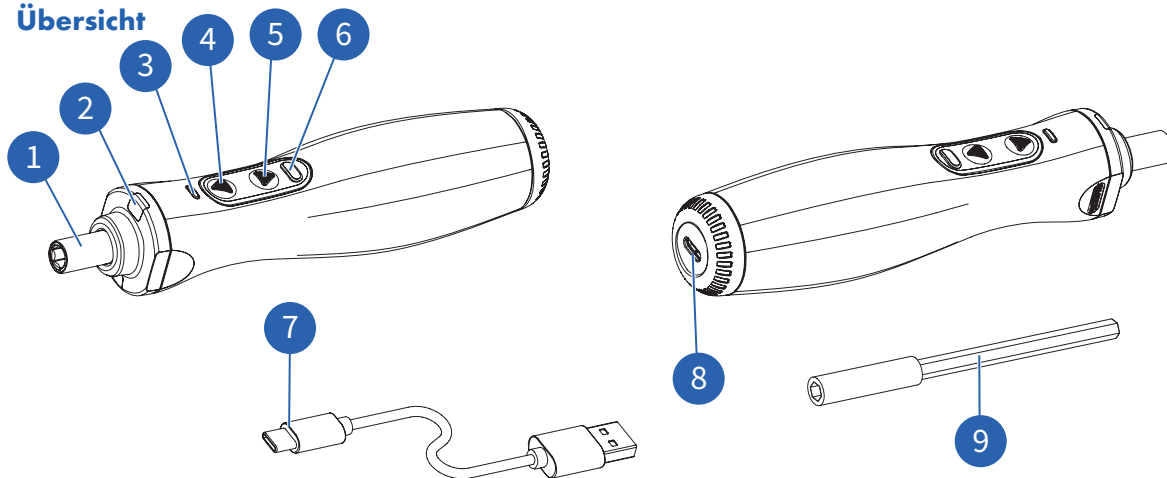
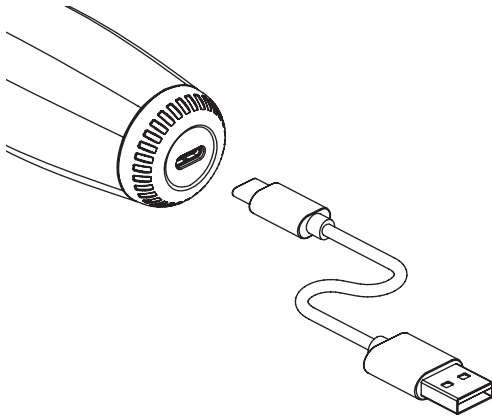

Abb. 1: Übersicht
Abb. 3: USB-Ladekabel
1. Zum Einsetzen drücken Sie das Bit oder die Bitverlängerung bis zum Erreichen der vorgesehenen Position direkt in das Sechskant-Spannfutter (Abb. 1/**1**).
1. Stecken Sie den Stecker des USB-Ladekabels (Abb. 1/7) in die USB-Ladebuchse (Abb. 1/8) und überzeugen Sie sich vom ordnungsgemäßen Sitz des Steckers (Abb. 3).
1. Um die Schraube festzuziehen, drücken Sie die Rechtslauftaste (Abb. 1/4). Das Werkzeug dreht sich vorwärts, um die Schraube einzudrehen.
2. Um die Schraube zu lösen, drücken Sie die Linkslauftaste (Abb. 1/5). Das Werkzeug dreht sich rückwärts, um die Schraube zu lösen.
- › An der Stirnseite des Werkzeugs befinden sich zwei weiße LEDs (Abb. 1/②), die durch Drücken der Auswahl-taste Drehmomentmodus (Abb. 1/⑥) ein- und ausgeschaltet werden können.
1. Drücken Sie kurz die Auswahl-taste Drehmomentmodus (Abb. 1/⑥), um die LED ein- bzw. auszuschalten.
- › Während des Ladens blinkt die LED (Fig. 1/③) schnell grün. Leuchtet sie dauerhaft grün, ist der Akku vollständig geladen.
Das Werkzeug startet nicht/ist nicht betriebsbereit	Prüfen Sie den Ladezustand des Akkus und laden Sie das Werkzeug unter Verwendung des USB-Ladekabels (Abb. 1/7). Schließen Sie es dazu an eine Ladebuchse des TYP5 C an (Abb. 1/8).
Die Kraft des Werkzeugs reicht zum Festziehen der Schraube nicht aus	Prüfen Sie die Drehmomenteinstellung (Abb. 1/6). Prüfen Sie den Ladezustand des Akkus; sofern er niedrig ist, laden Sie den Akku.